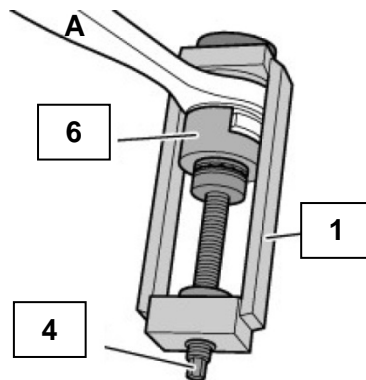
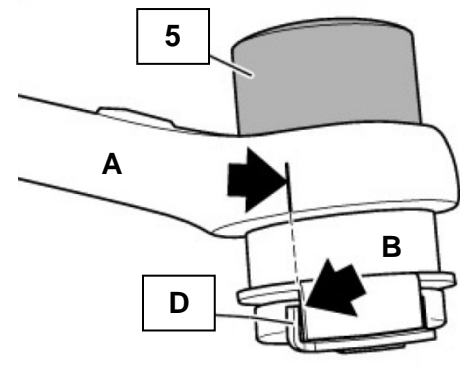

Fig. 5
Fig. 6
3. Inserte la rótula de suspensión en el casquillo de presión (6). Asegúrese de que la rótula de suspensión esté correctamente asentada en el rebaje (vea la Fig.5).
4. Desatornille el husillo lo suficientemente hacia afuera del bastidor prensado (1).
6. Coloque el bastidor prensado (1) sobre el brazo transversal. Asegúrese de que el manguito de guía (5) esté asentado en el orificio del bastidor prensado y que la rótula de suspensión esté correctamente alineada (consulte la Fig.6).
8. Compruebe el asiento correcto de las herramientas y la rótula de suspensión y presione la rótula de suspensión con el husillo (4) en el brazo transversal (consulte la Fig.5).